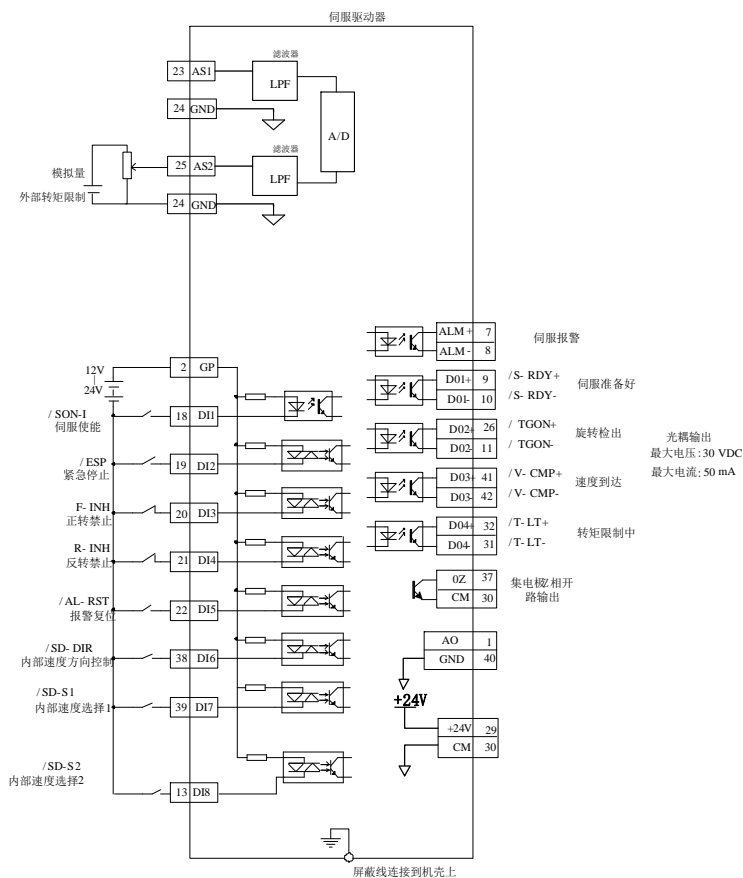

图 6.2.2 内部寄存器速度模式典型接线图
- ★参考图 6.2.2 或图 6.2.3 的配线说明，进行 DI/DO 信号的连线；